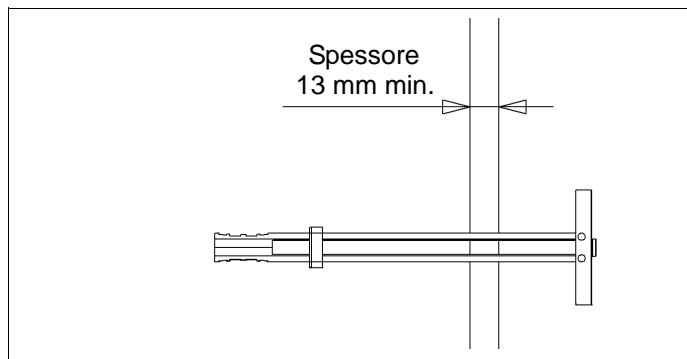

Figura 5.
3. Con i tasselli in plastica (100) inseriti nel foro, ruotare l'estremità all'interno del foro perpendicolamente alla parete (figura 5).